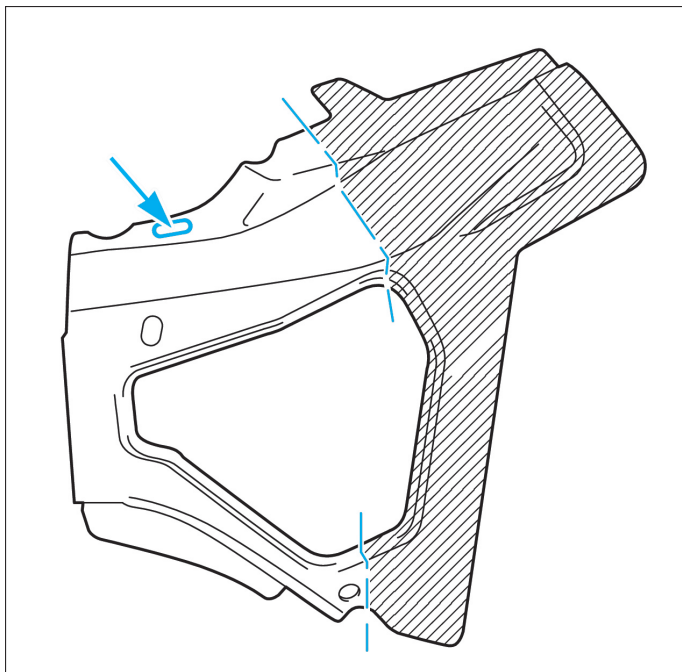

FIG. 10
- Effectuer un trou oblong de 6 x 20 mm (flèche) dans le renfort de joue d'aile avant (Fig.10).